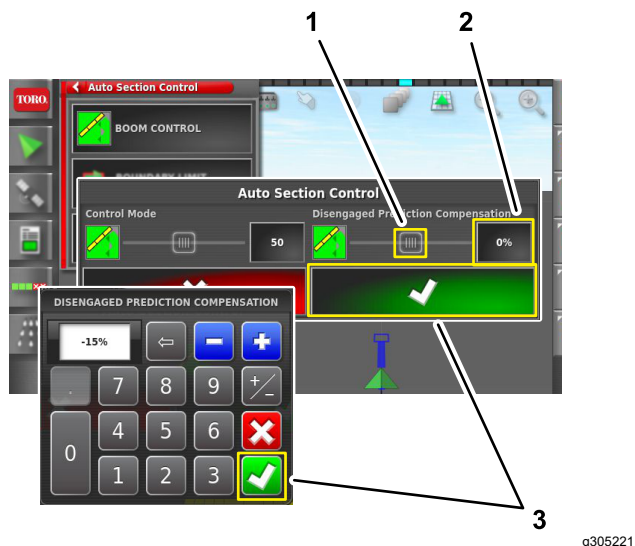

Рисунок 110
- Нажмите значок VALUE (ПОЛЕ ВВОДА ЗНАЧЕНИЯ), введите положительное значение (+), нейтральное значение (0) или отрицательное значение (-) с помощью клавиатуры на экране, затем нажмите на значок подтверждения (Рисунок 110).
- Переместите движок на экране влево или вправо (Рисунок 110).